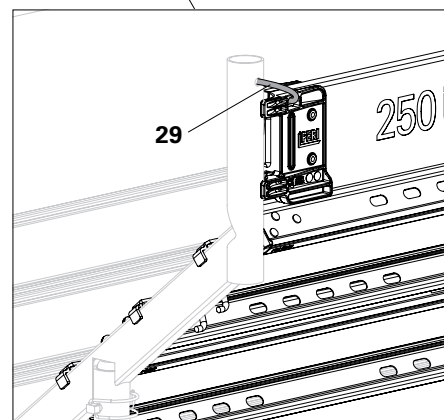

Abb. D3.03a
6. Stahlbeläge EDS (30) auf Schutzdachanschluss EPC auflegen.
7. Bordbrett UPF (56) in Schutzdachanschluss EPC einstecken und mit UV-beständigem Kabelbinder (29) sichern. (Abb. D3.03a)